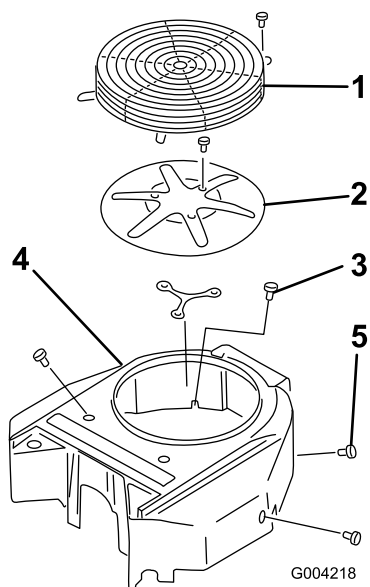

Figura 67
Antes de cada uso, retire cualquier acumulación de hierba, suciedad y otros residuos de la rejilla del motor. Esto ayudará a asegurar una refrigeración adecuada y una velocidad de motor correcta, y reducirá la posibilidad de sobrecalentamiento y daños mecánicos al motor (Figura 67).
3. Retire la rejilla de entrada de aire, el arrancador de retroceso y la carcasa del ventilador (Figura 67).
5. Instale la rejilla de entrada de aire, el arrancador de retroceso y la carcasa del ventilador (Figura 67).